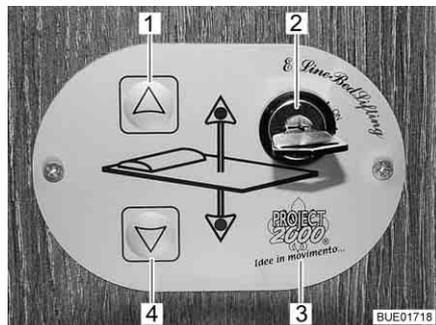

Bild 124 Bedienteil
Bedienteil Mit den Tasten (Bild 124,1 und 4) auf dem Bedienteil (Bild 124,3) wird das Hubbett abgesenkt oder angehoben. Mit dem Schlüsselschalter (Bild 124,2) wird das Bedienteil gegen unbefugte Benutzung gesichert.
- Schlüssel im Schlüsselschalter (Bild 124,2) um 90° im Uhrzeigersinn auf Stellung "On" drehen. Das Bedienteil (Bild 124,3) ist aktiviert.
- Pfeiltaste (Bild 124,4) drücken und so lange gedrückt halten, bis das Hubbett in die gewünschte Position nach unten gefahren ist.
- Pfeiltaste (Bild 124,1) drücken und so lange gedrückt halten, bis das Hubbett in die Endstellung nach oben gefahren ist.
Notbetrieb Wenn sich das Hubbett mit den Pfeiltasten (Bild 124,1 und 4) nicht mehr bewegen lässt, zuerst die Sicherung im vorderen Hängeschrank auf der linken Fahrzeugseite bzw. auf Reserve 3 am Elektroblock prüfen (siehe Abschnitt 8.9.1). Wenn die Sicherung in Ordnung ist und sich das Hubbett trotzdem nicht bewegen lässt, kann das Hubbett manuell bedient werden.